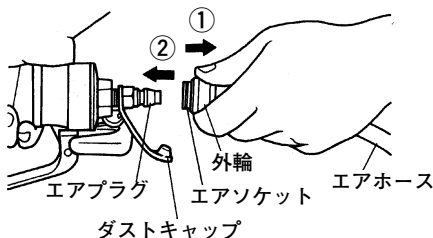

図 4
本機にエアホースを接続する場合はエアプラグからダストキャップをはずし、図 4 のように、①エアソケットの外輪を引き、②エアソケットをエアプラグにしっかりとさし込んでエアホースを接続します。（手を離すと外輪は戻ります。）